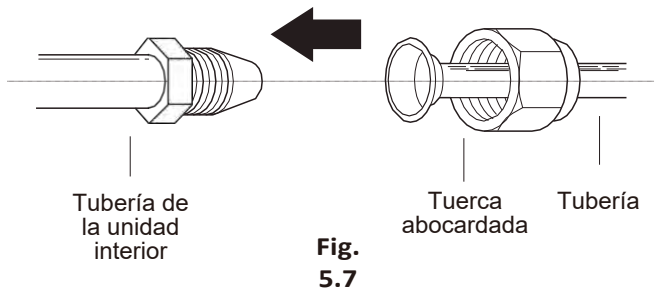

Fig. 5.7
1. Alinee el centro de las dos tuberías que va a conectar. Vea la **Fig. 5.7**